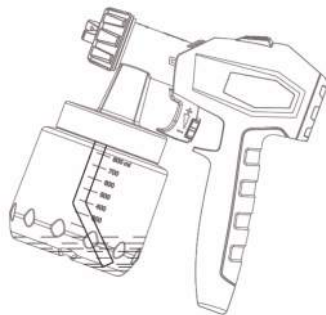

Рис. 5
7.3. При распылении на объекты, находящиеся над головой, поверните всасывающую трубку назад (Рис. 5).